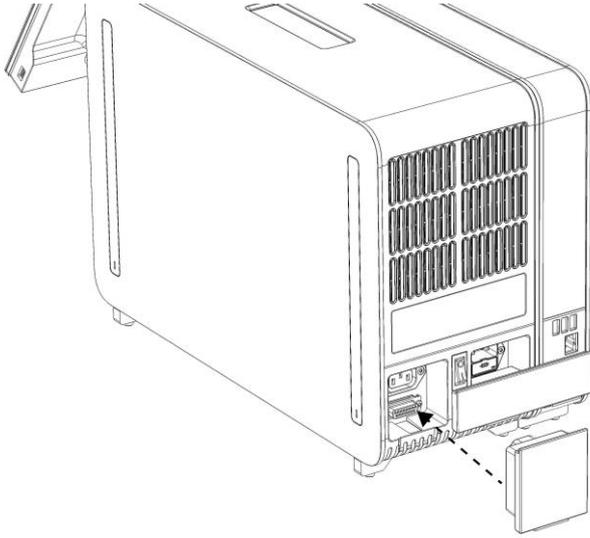

Figure 9. Connexion du pont de fin.
6. Connectez le pont de fin à l'arrière du module analytique (figure 9, en page suivante).